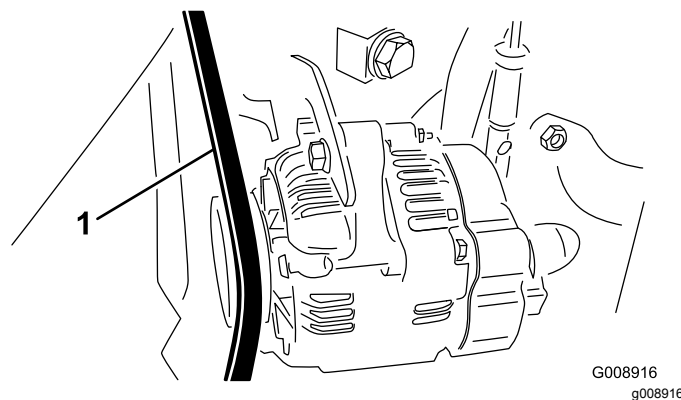

Figure 70
2. Contrôlez la tension de la courroie d'alternateur/de ventilateur en exerçant une force de 30 N·m à mi-chemin entre les poulies d'alternateur et de vilebrequin (Figure 70).